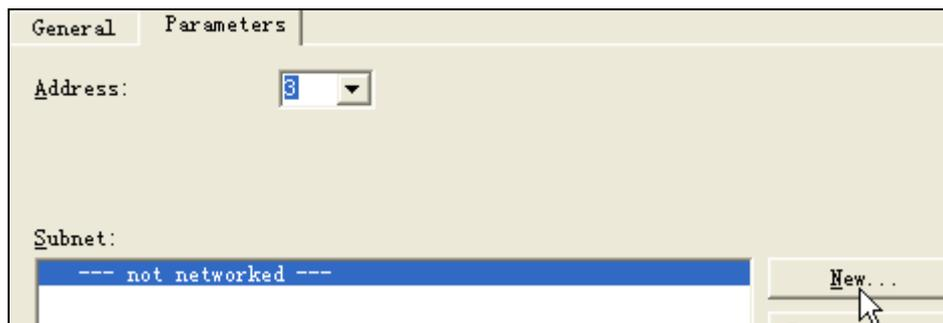

图 3-8 PROFIBUS 参数设置
(5) 此时会弹出 PROFIBUS DP 组态界面，对 CPU 的 PROFIBUS DP 网络进行组态，其地址选择的“3”，点击“New”，新建一个 DP 网络，如图 3-8 所示。